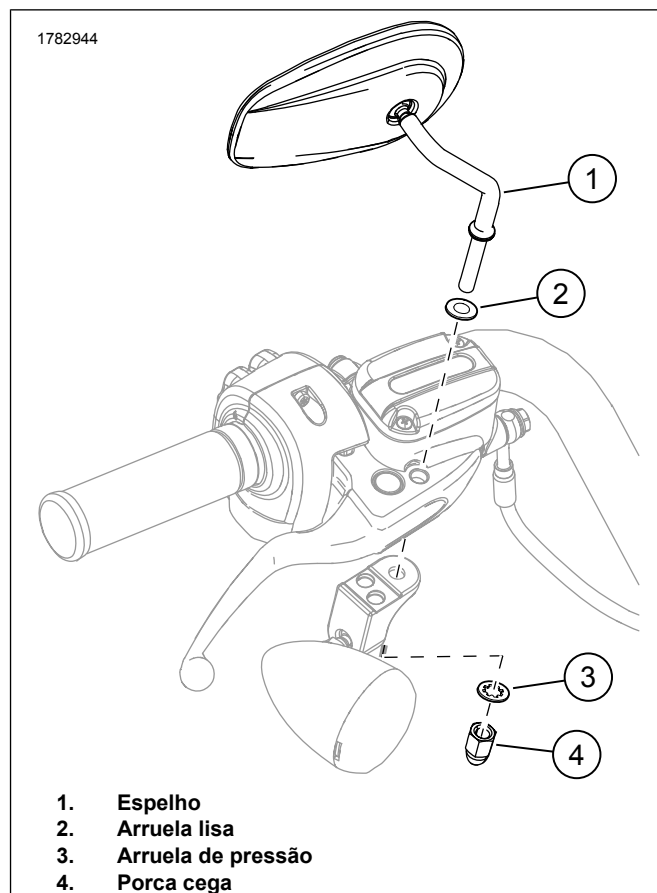

Figura 2. Conjunto do retrovisor
2. Veja a figura 2. Instale a arruela lisa (2) no prisioneiro do retrovisor.
3. **Veículos com setas montadas na parte de baixo dos alojamentos da alavanca manual (exceto modelos XL 2004 e posteriores):** prenda o retrovisor usando a arruela de pressão (3) e a porca cega (4).
- b. Prenda o retrovisor com a arruela lisa (2), a arruela de pressão (3) e a porca cega (4).